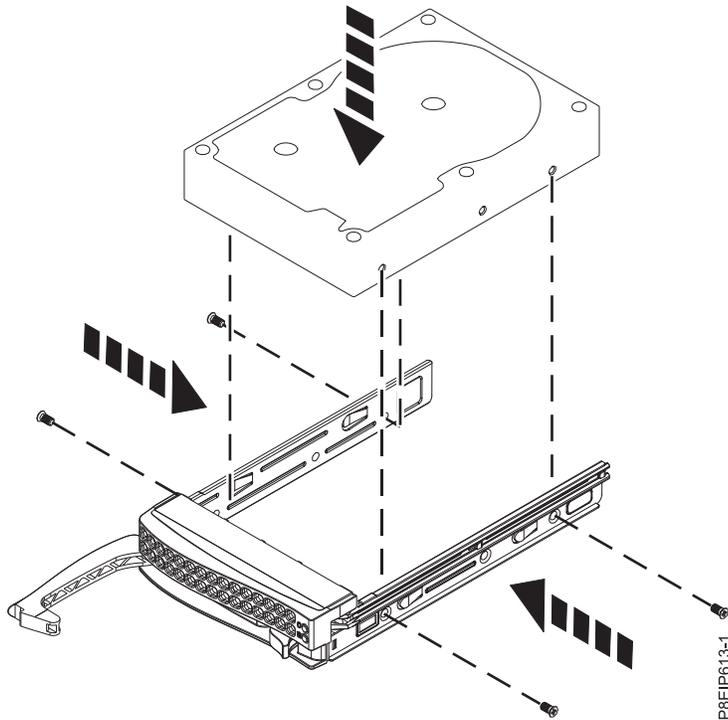

Figure 3. Montage de l'unité de disque de 3,5 pouces dans le tiroir d'unité
2. Installez une unité de disque dans le tiroir d'unité. Orientez l'unité de disque de telle manière que les connecteurs pointent vers l'arrière de l'unité de disque, comme illustré dans la figure 3, à la page 6. Fixez l'unité de disque de chaque côté du tiroir d'unité à l'aide de quatre vis (deux de chaque côté).